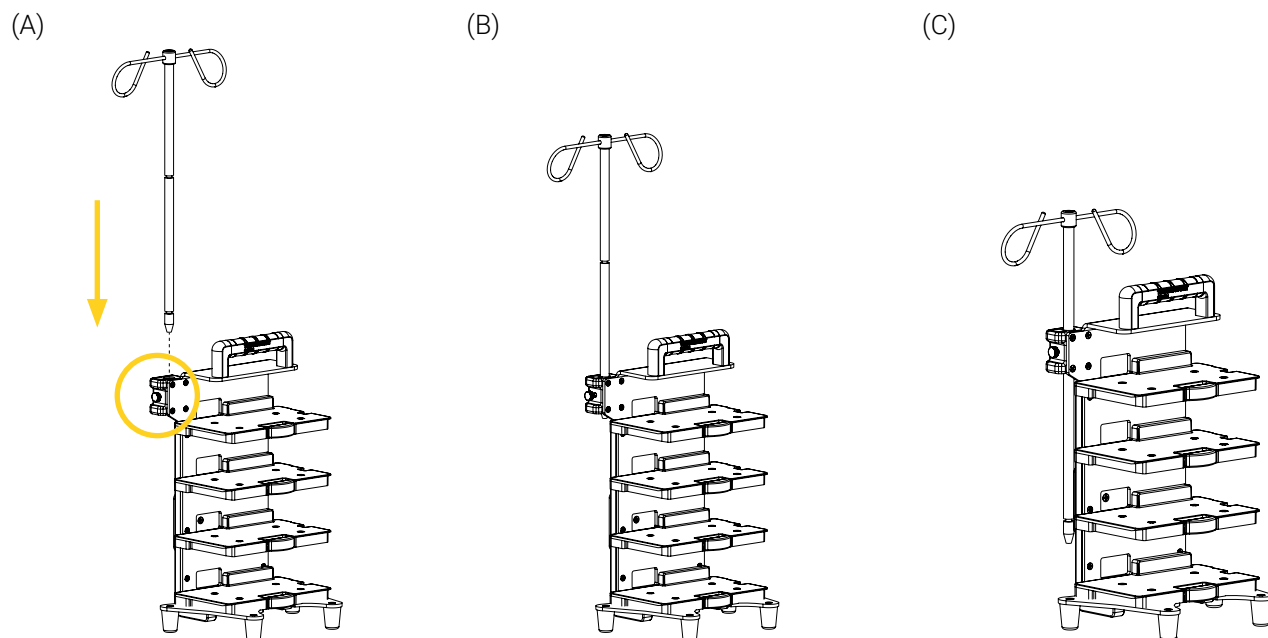

Figure 19: Installation de la tige à soluté
3. Tirer et maintenir le bouton à déclenchement rapide du support de la tige à soluté, puis aligner et insérer avec prudence la nouvelle tige à soluté dans le support (Figure 19 A).
4. Descendre la tige à soluté jusqu'à ce qu'elle atteigne et se verrouille dans la rainure inférieure (Figure 19 B) ou dans la rainure supérieure (Figure 19 C), selon vos besoins spécifiques de positionnement. Consulter la section « Mécanisme de sécurité du support de la tige à soluté » à la page 18 au besoin.